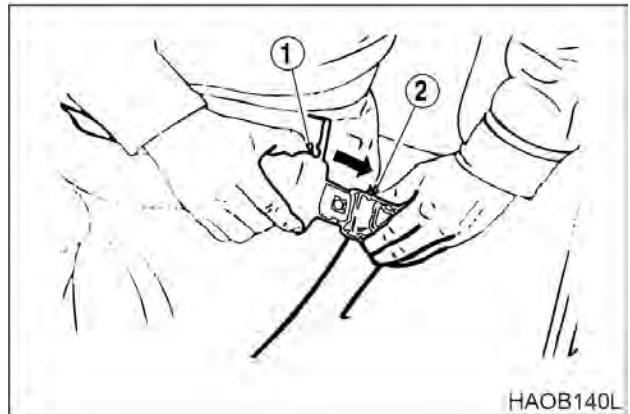

Рис. 86
Вставить конец ремня (1, рис. 86) в пряжку (2). Потянуть ремень, чтобы проверить фиксацию конца ремня в пряжке.